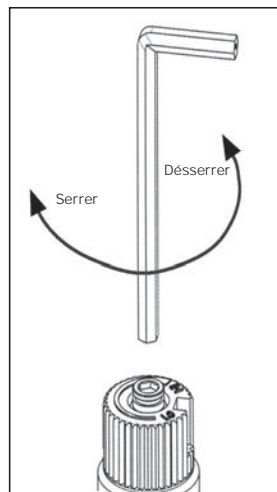

Figure 10: Retrait vis de soupape.
b) Insérer un 5/32 "ou 4 mm clé Allen dans la clavette hexagonale de la vis (voir figure 10), tournez dans le sens antihoraire jusqu'à ce qu'il soit libre et l'extraire.
e) aide de la clé Allen comme le montre la figure 10, tourner la vis dans le sens horaire jusqu'à ce qu'un couple de 9 pouces lbs. **Attention!** Ne pas trop serrer la vis. Il est recommandé que vous saisissez la clé par le côté court.